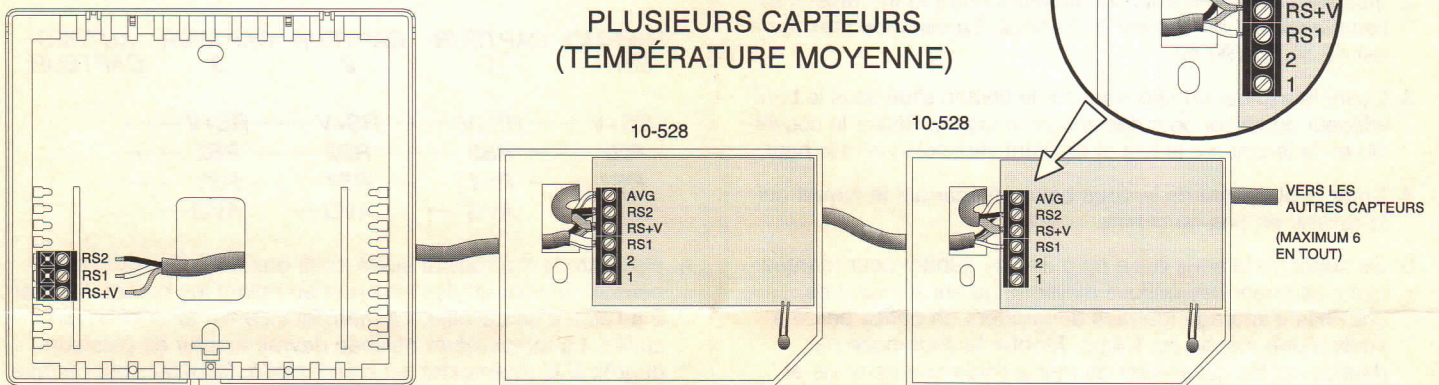

Figure 2
3. Relier ensuite chacun des capteurs supplémentaires, tel qu'illustré ci-dessous. Un capteur de température extérieure peut aussi être branché à n'importe quelle position dans la chaîne. (Consulter aussi la figure 2.)